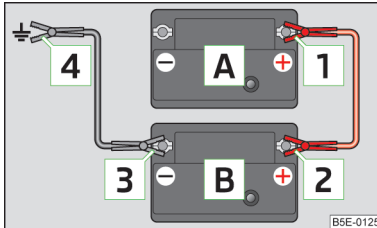

Abb. 184
- Die Klemme **1** am Pluspol der entladenen Batterie **A** » Abb. 184 befestigen.